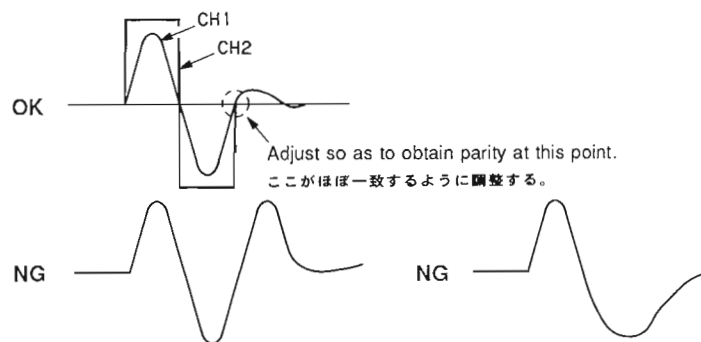

Fig. 6
- ③ Select Mode 5 (ref. page 14).
- ④ Select the spindle Mode 03 (CD mode, ref. page 15) then push PAUSE (KICK HOLD mode).
- ⑤ Adjust VR306 until the waveform at TP314 matches the waveform as shown in figure 6.
- ⑥ Press PLAY button to cancel KICK HOLD mode.
- ④ VR306にてFig. 6 の様な波形になるように調整する。
- ⑤ PLAY KEYを押してKICK HOLDを解除する。